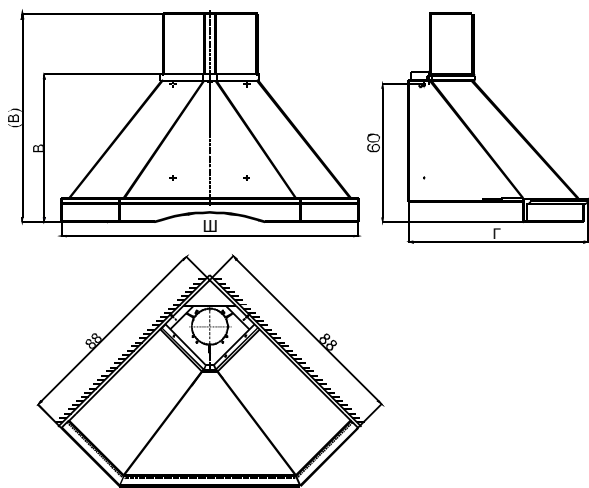

РИС. 3
6.1 Крепление вытяжного зонта (рис. 3).